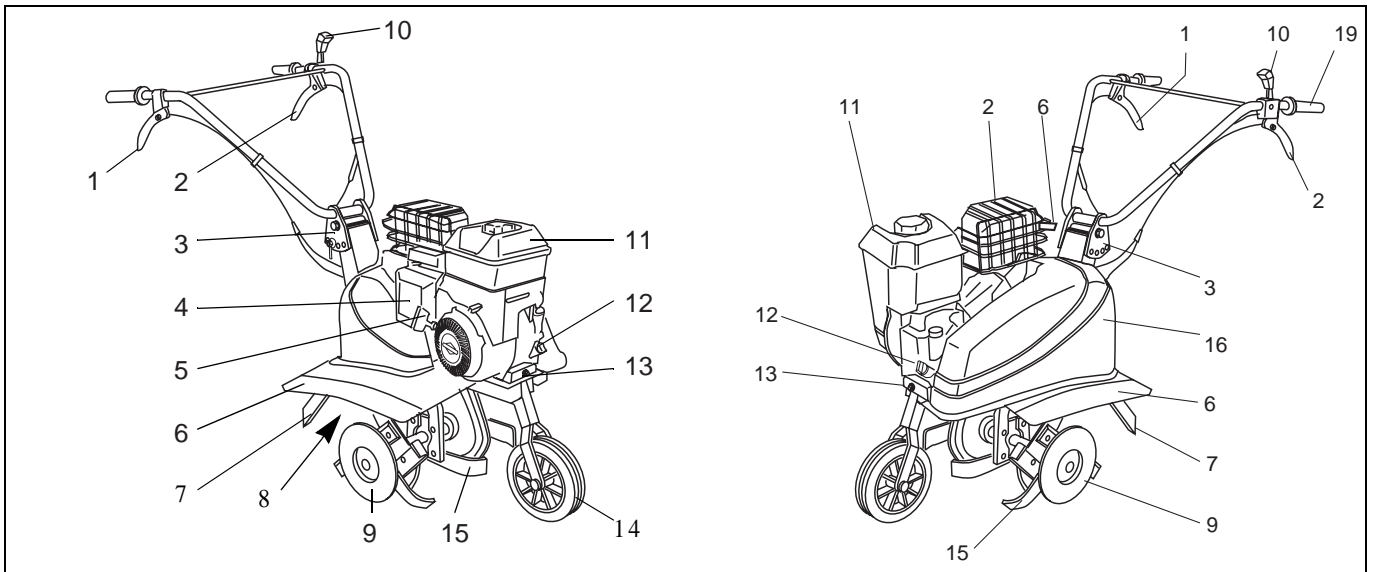

Fig. 2
### 8.4 CAMBIO E CONTROLLO DELL'OLIO, VEDERE FIG. 2
1. Rimuovere la scocca (16) di fig. 2.
2. Sollevare il tendicinghia (2) e sfilare la cinghia.
3. Sfilare la cinghia dalle due pulegge. Non togliere la staffa (A) sopra la puleggia piccola.